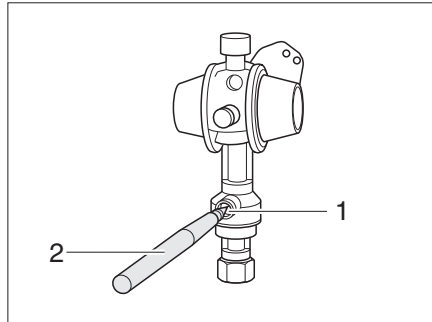

Bild 82 Crash-Sensor
- Mit einem Stift (Bild 82,2) den Entsicherungsknopf (Bild 82,1) mehrere Sekunden eindrücken.